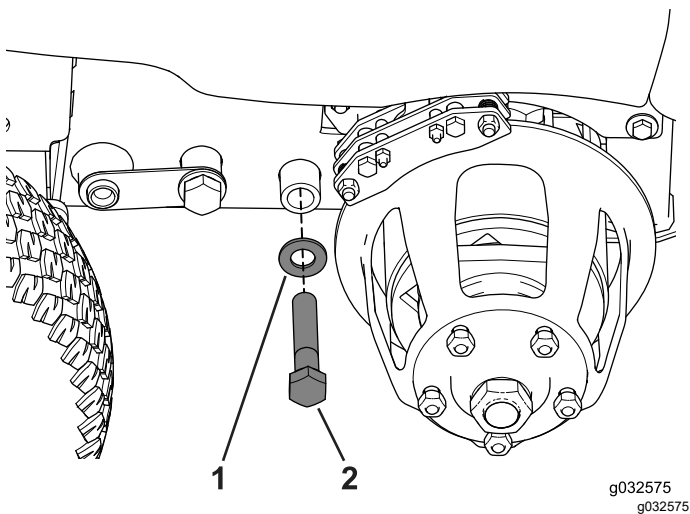

Figure 77
4. Installez le boulon ($\frac{3}{4}$ x 4 po), comme montré à la Figure 77